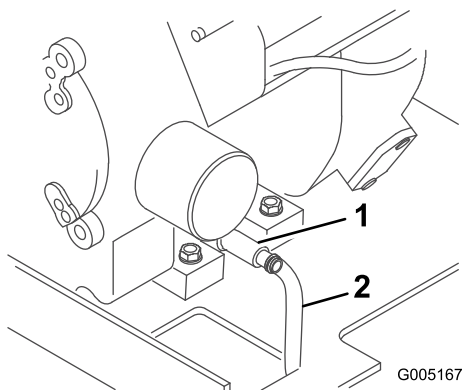

Bild 26
4. Stecken Sie ein Ende des Schlauchs auf das Ablassventil und das andere Ende in eine Wanne (Bild 26).
5. Öffnen Sie das Ablassventil durch drehen gegen den Uhrzeigersinn und gleichzeitiges herausziehen (**Bild 26**).